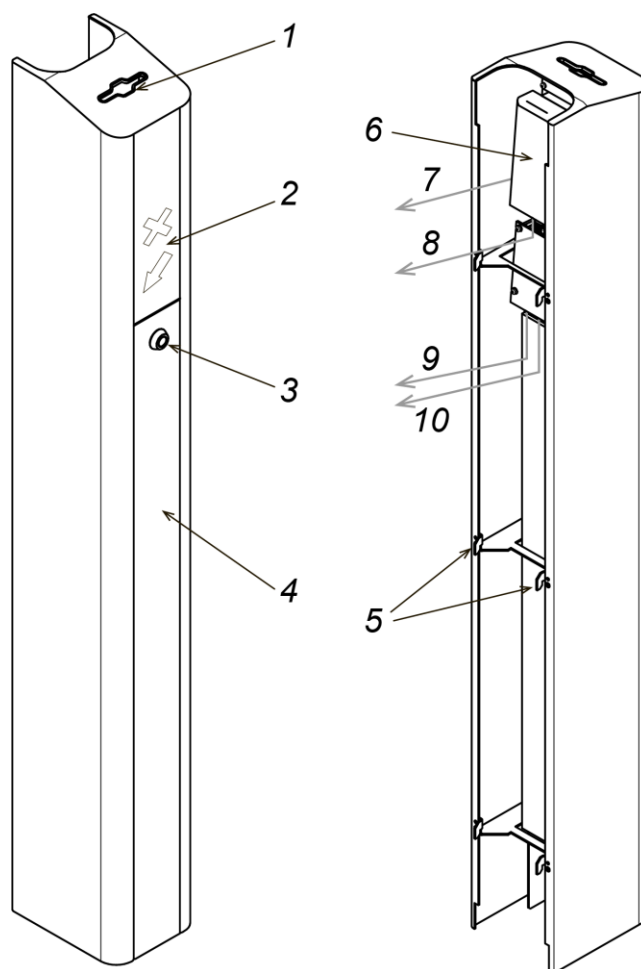

Рисунок 3. Передняя панель PERCo-FP-01C
Устройство панели **PERCo-FP-01C** показано на рис. 3. Далее номера позиций указаны в соответствии с рис. 3.
1. Распакуйте панель. При необходимости установите внутри панели встраиваемый считыватель (6), место установки показано на рис. 3. Для установки считывателя используйте двусторонний скотч.